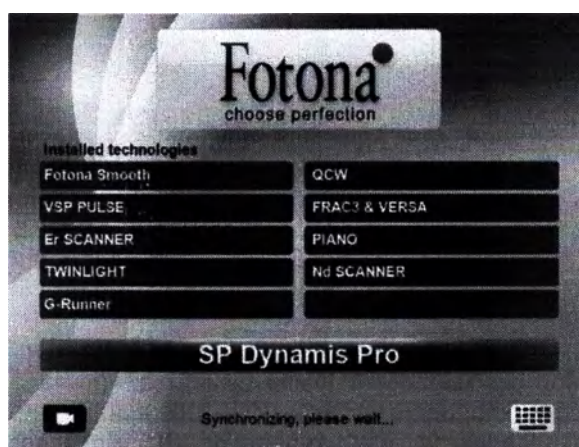

Рисунок 4.7: Заставка для SP Dynamis
- Когда на экране появится сообщение "Поверните ключ" ("Turn key on") (см. Рисунок 4.7: ниже), вставьте ключ в разъем и поверните его до горизонтального положения ВКЛ (ON). Система продолжит работу, выполняя процедуру самопроверки и определит все установленные технологии, сконфигурированные в соответствии с заказом пользователя. Процесс самопроверки можно наблюдать на сенсорном экране. Во время процедуры самопроверки система проверяет весь аппарат на правильность работы.